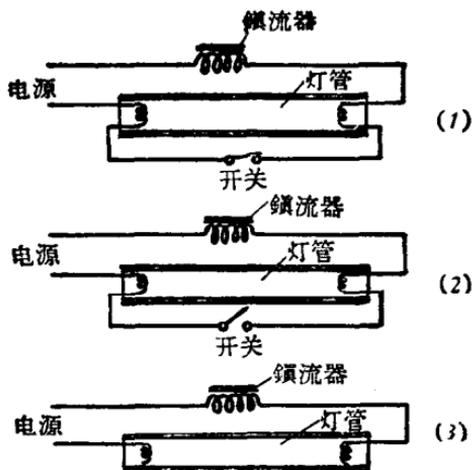
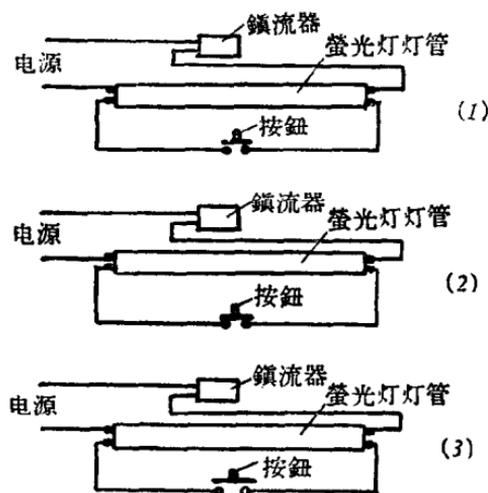

图 1-5 荧光灯的基本工作原理
图 1-6 用按钮作螢光灯的起动器
螢光灯的基本工作原理,如图1-5所示。
图中,灯管两端灯絲中的一个头經過一只开关互相連接,剩下两个头,一个經鎮流器接到交流电源的一个端头上,另一个則直接接在交流电源的另一端头上。图1-5(1)中
开关已经按下，电流从电源流经两端灯丝和开关及镇流器，联成一串联回路。电流把灯丝加热，使它放出大量的电子。经过几秒钟的灯丝预热后，开关开启，如图 1-5 (2) 所示。开关开启后，实际上变成图 1-5 (3) 的接法。灯丝只有一个头与电源相接。在开关突然开启时，由于镇流器的作用，在灯管两端出现高出于电源电压的高压电，灯丝发出的电子在灯管两端高电压的作用下，形成大量的高速电子流，管内水银蒸汽由于电子流的冲击而发出波长较短的紫外光线。此光线用人的肉眼是看不见的，但当紫外光线射到玻管壁的荧光粉上时，就发出可见光。换句话说，荧光粉的作用在于变换光线的波长，从不可见光变为可见光。
交流电源线上还需要装一只开关，以供开灯熄灯之用 (图 1-5 中未画出)。在图 1-5 中所示的开关称为起动器，它可以由人工控制或自动运行。
起动器把螢光灯剛接入电源的綫路如图1-5(1)所示。經過3~5秒钟后，变成图1-5(2)的綫路。
普通的电鈴按钮，可作为最簡單的人工起动器。如图1-6所示，用手按动按钮时的图1-6(2)相当于图1-5(1)；而手离开按钮时的图1-6(3)則相当于图1-5(2)和图1-5(3)。